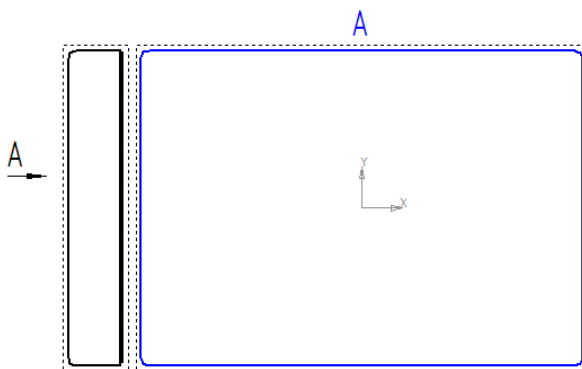

Рис. 6.4. Создание видов по стрелке взгляда
3. Кликая слева от вида установить направление стрелки, а далее двигая фантом вправо создать вид по стрелке (рис. 6.4).